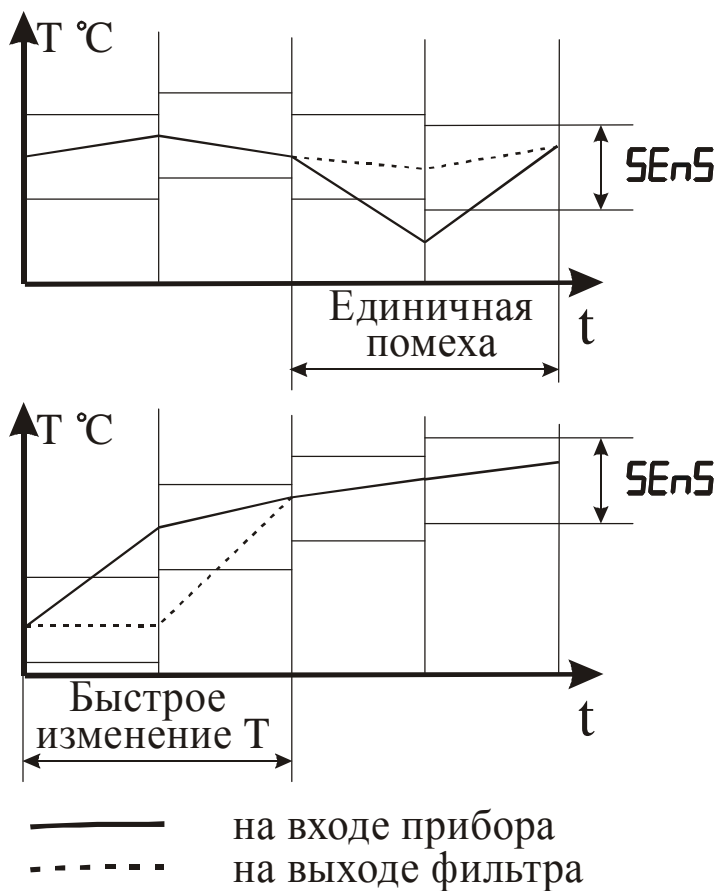

Рисунок 3.13 – Работа фильтра при воздействии случайной помехи и быстром изменении сигнала
3.3.3.7 С целью уменьшения влияния случайных импульсных помех на показания в прибор введена цифровая фильтрация. Работа фильтра описывается параметром “Полоса фильтра”. Если текущее значение температуры отличается от результатов предыдущего измерения на значение, которое превышает указанное в параметре “Полоса фильтра”, то проводится повторное измерение температуры, а на индикаторе остается старое значение (см. рисунок 3.13). О повторном измерении свидетельствует мигание светодиода “К” по соответствующему каналу.